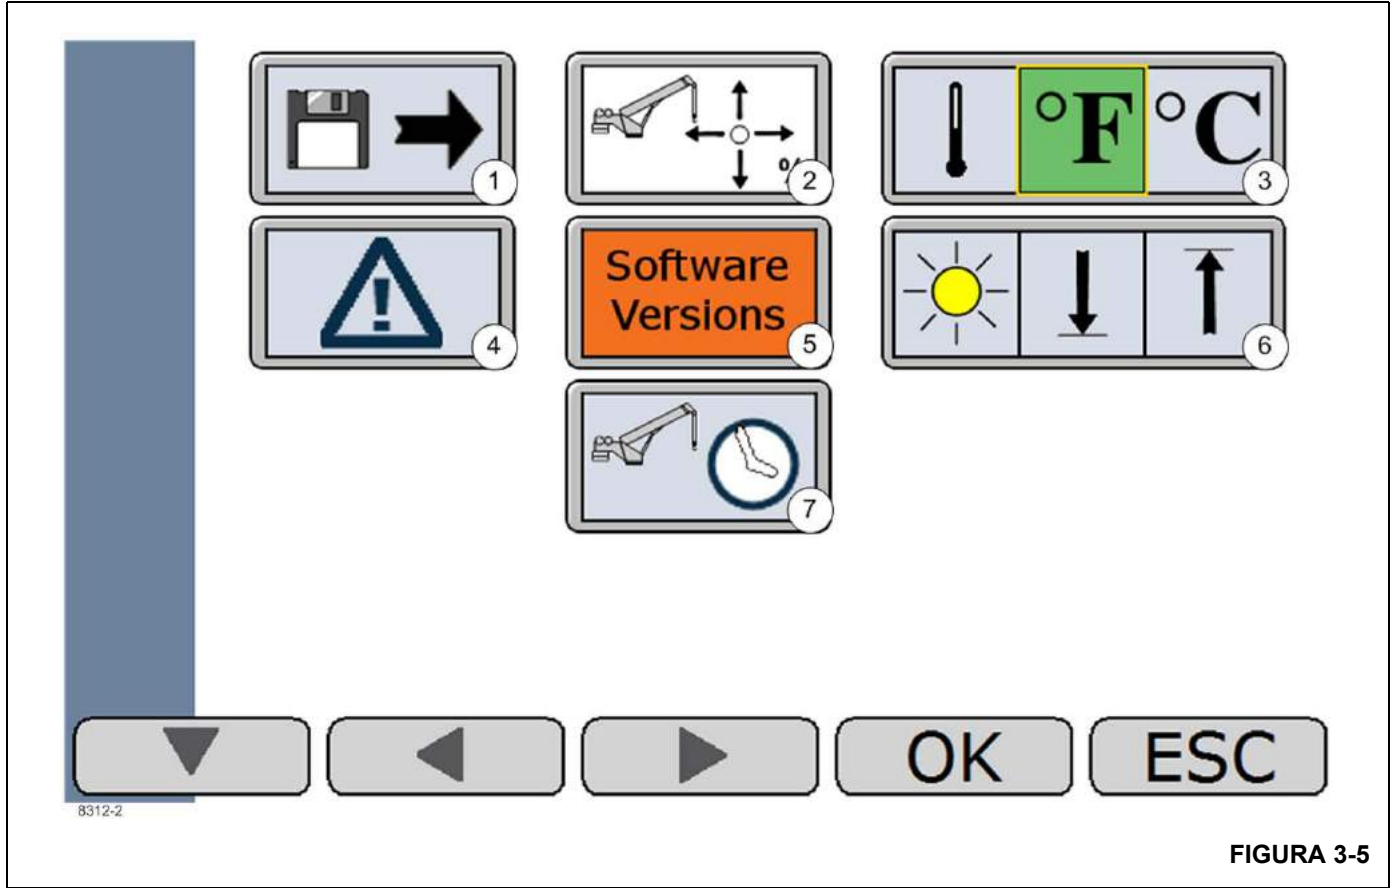

FIGURA 3-5
A tela de menu (Figura 3-5) permite ao operador visualizar/ alterar predefinições, alterar unidades de temperatura, visualizar falhas ativas, visualizar versões do software e verificar o tempo de utilização da função do guindaste. A navegação desta tela ocorre através dos botões direcionais
Carregar predefinições do operador (1) (Figura 3-5)